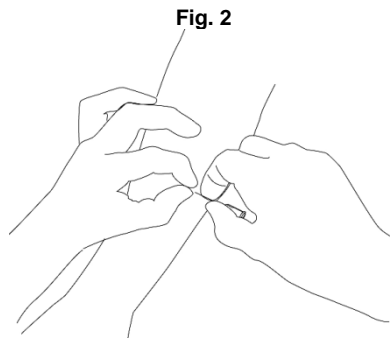
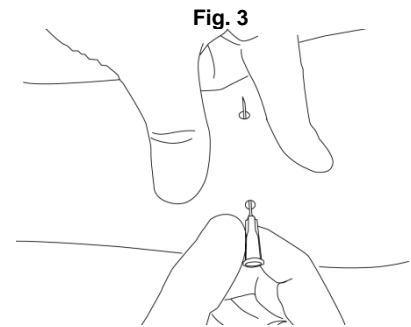

Fig. 2
Fig. 3
2. Tome la cánula de introducción e insértela a través de la marca circular del orificio de salida del catéter (Fig. 2) y continúe a través de la piel hacia la marca del orificio de entrada del catéter (Fig. 3). Evite la penetración de las marcas reales.